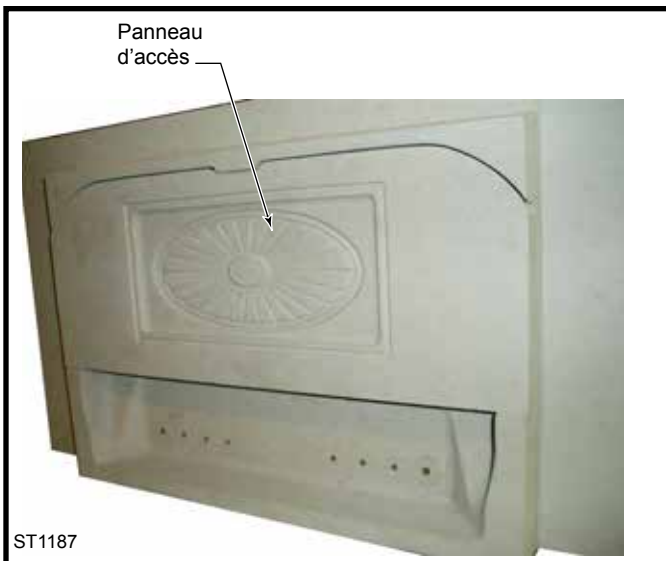

Fig. 28 Retirer le panneau d'accès.
1. Retirer le panneau d'accès en le soulevant délicatement et en tirant la partie inférieure. (Fig. 28)